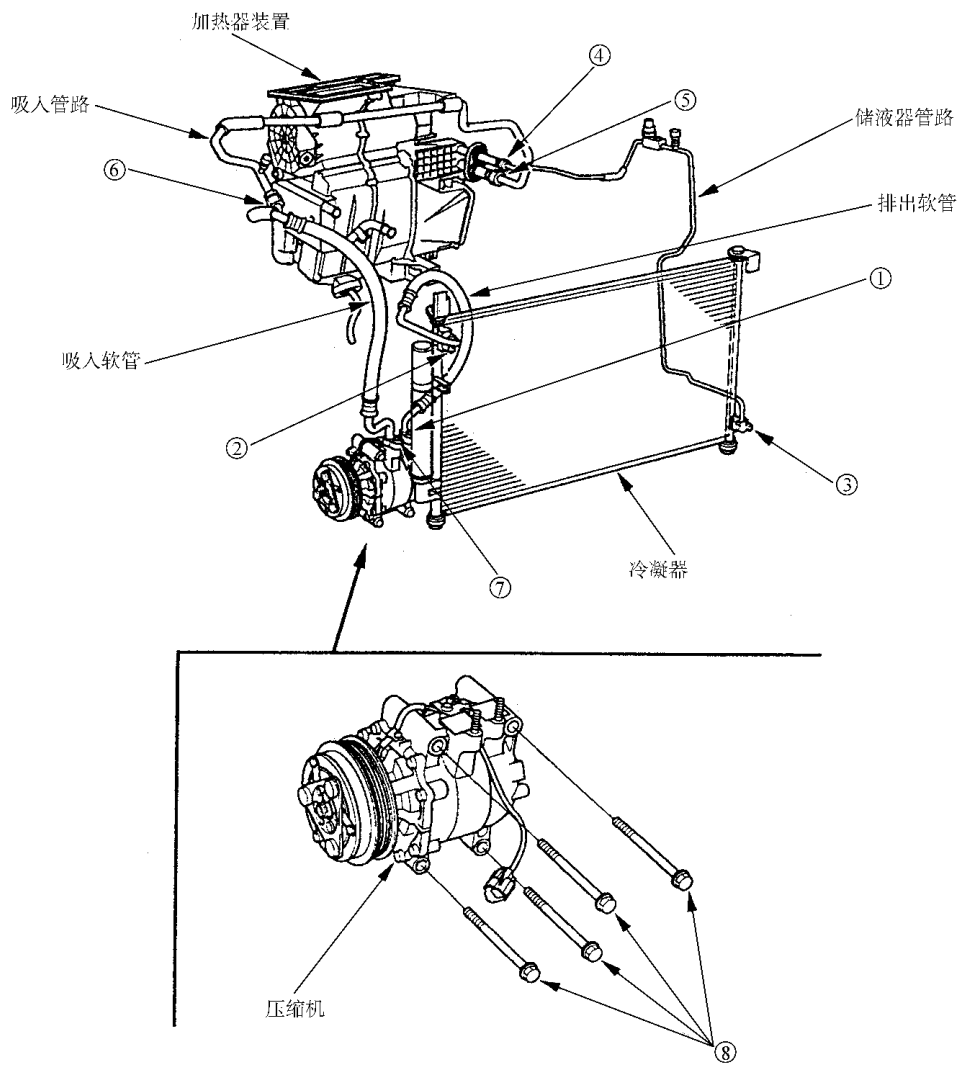

图 10-5 各紧固件的位置
1) 各紧固件的位置如图 10-5 所示。
2) 元件的拧紧参数见图 10-5 图注。
- ① 排放软管至压缩机(M6×1.0)
- ② 排放软管至冷凝器(M6×1.0)9.8N·m
- ③ 接收器管路至冷凝器(M6×1.0)9.8N·m
- ④ 储液器管路至蒸发器 13N·m
- ⑤ 吸入管路至蒸发器 31N·m
- ⑥ 吸入管路至吸入软管 31N·m
- ⑦ 吸入软管至压缩机(M6×1.0)9.8N·m
- ⑧ 压缩机至压缩机托架(M8×1.25)22N·m